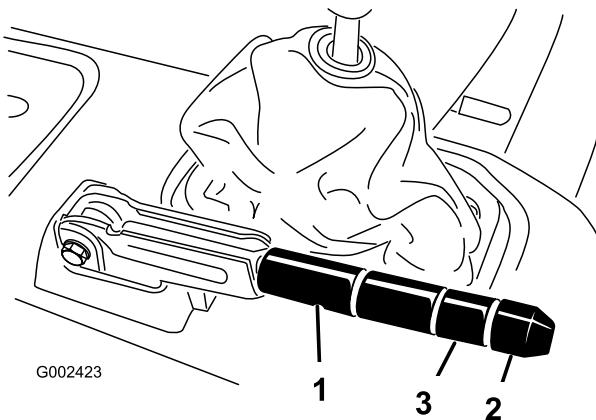

図 65
2. ブレーキレバーに調整ノブを固定している固定ネジをゆるめる(図 65)。